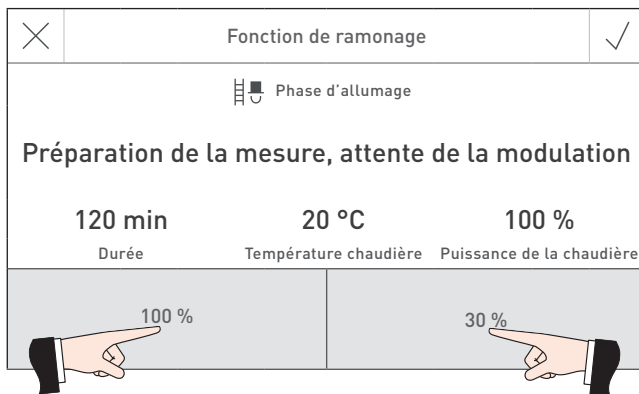

Fig. 66
- Appuyer sur la touche correspondante pour exploiter la chaudière à 30 % ou 100 % de sa puissance. – Fig. 66.